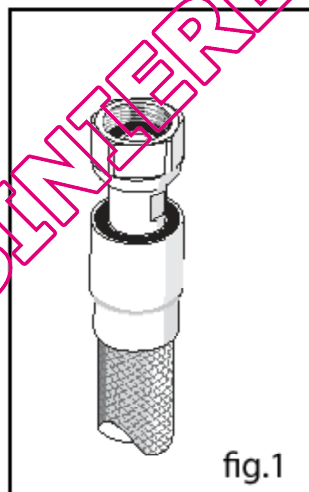

fig.1
- **Pour les gaz distribués par une canalisation (gaz naturel), le raccordement s'effectue (fig. 1):**
- soit par tuyau flexible avec embouts mécaniques filetés (fig. 1).